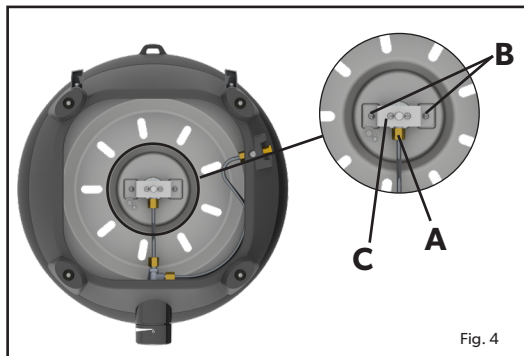

Fig. 4
- We raden aan om de inspuiter elke zes (6) maanden te reinigen of te vervangen om een blijvende efficiënte werking van uw apparaat te garanderen.
- Als het gat in de inspuiter verstopt raakt, kan dit resulteren in een kleine vlam of helemaal geen vlam. Probeer de inspuiter niet te reinigen met een speld of iets dergelijks, aangezien dit de opening kan beschadigen, waardoor het apparaat onveilig kan worden. Om de inspuiter te vervangen, verwijdert u alle losse oppervlakken van uw apparaat en draait u de basis eenheid ondersteboven. Draai met een geschikte sleutel de moer (A) los (Fig.4). Draai de 2 schroeven (B) los (Fig. 4). Verwijder de beugel (C) om de inspuiter bloot te leggen. (Fig. 5). Verwijder de inspuiter met een geschikte sleutel. Gebruik geen tang op de inspuiter aangezien dit de jet kan beschadigen, waardoor deze onbruikbaar of onmogelijk te verwijderen is. Schroef de nieuwe inspuiter in de ventiel. Draai niet te strak aan, omdat dit de inspuiter kan beschadigen.